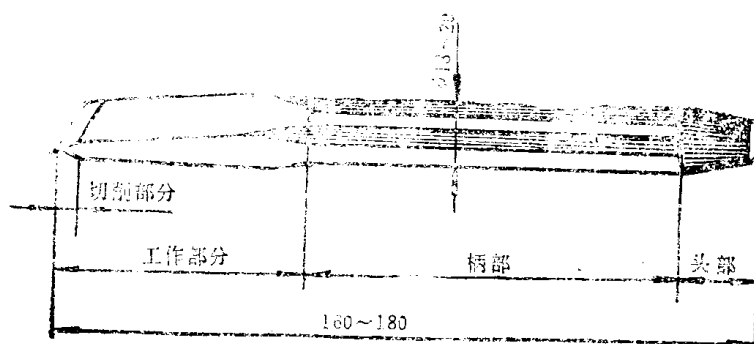

图 3-2 錾子的结构和名称
2. 錾子 一般采用碳素工具钢（T7或T8）经锻造、刃磨、热处理而成。形状如图3-2所示。